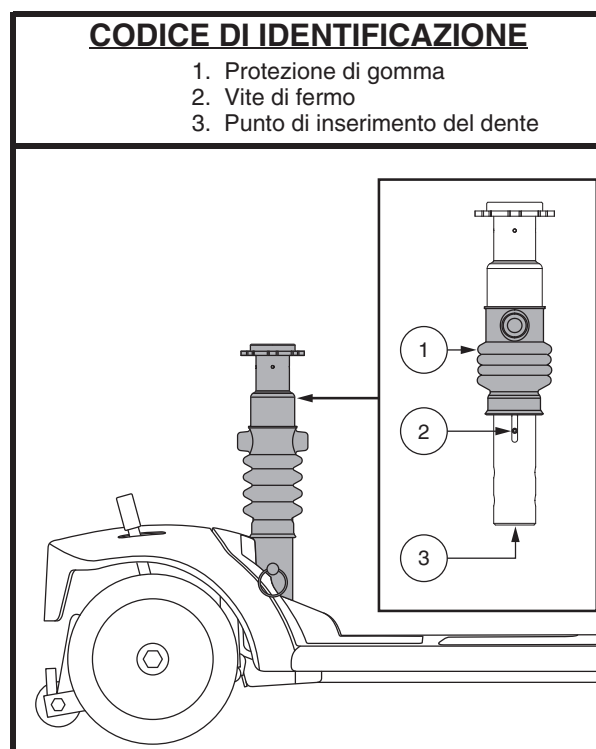

Figura 20. Regolazione della sospensione della sella
Il reggisella agisce da ammortizzatore e può essere regolato per diversi gradi di confort di marcia. Utilizzare le viti di fermo, visibili attraverso la finestrella di regolazione sul lato del montante, come guida per eseguire la regolazione. Far scorrere la protezione di gomma verso la parte superiore del montante per rendere visibili le viti di fermo. Vedere figura 20.
3. Inserire una presa da 13 mm con prolunga sul fondo del montante. Vedere figura 20.